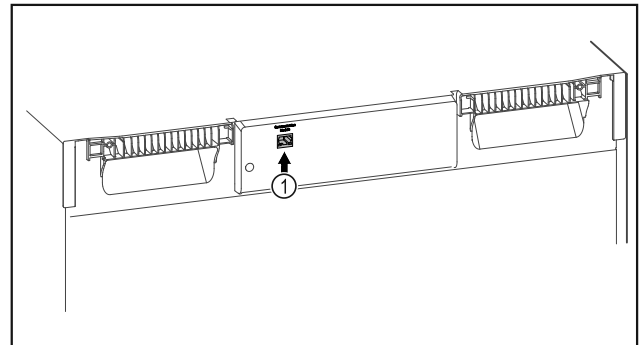

Fig. 136
- Το SmartModule Fig. 136 (1) χρησιμοποιείται.